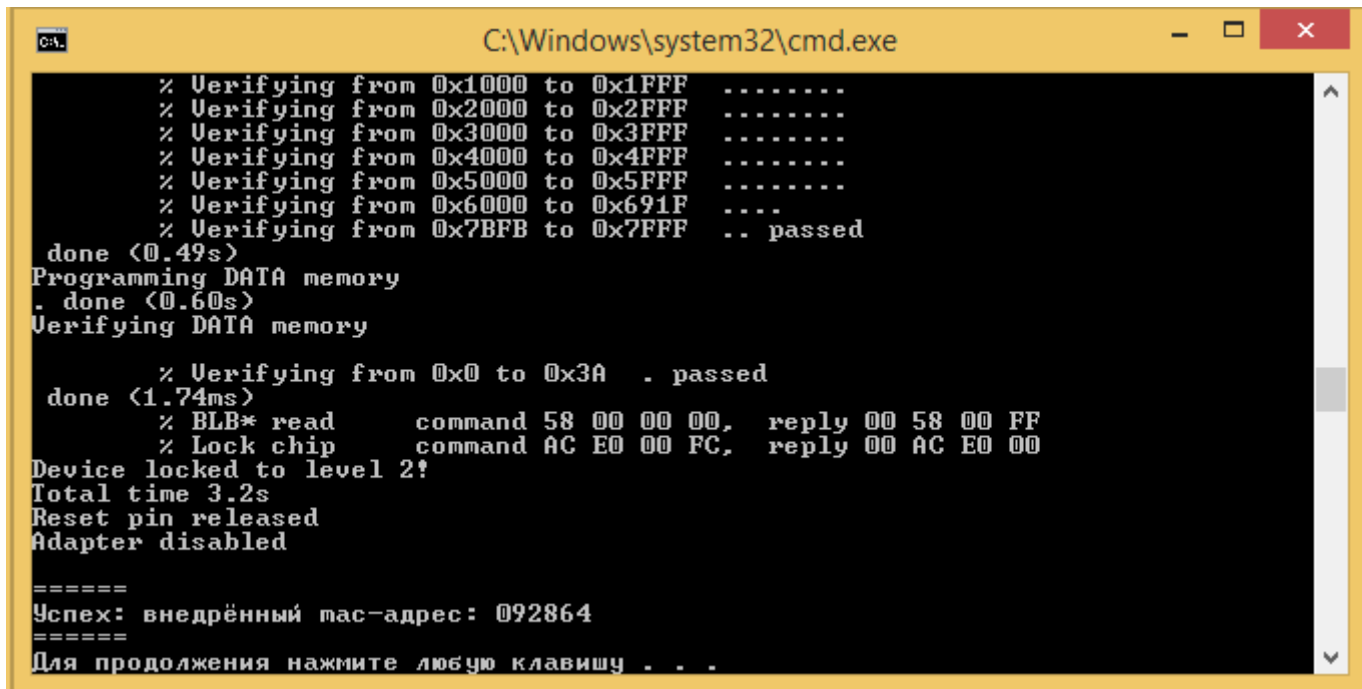

Рисунок 3 – Результат выполнения программы «\_1.Autoselection.bat»
- запустить из каталога с комплектом обновления ПО клавиатуры программу «\_1.Autoselection.bat» и дождаться выполнения обновления ПО клавиатуры, при этом в окне программы появится надпись «Успех: внедрённый mac-адрес: XXXXXX», где XXXXXX – mac-адрес пульта (см. рис. 3);